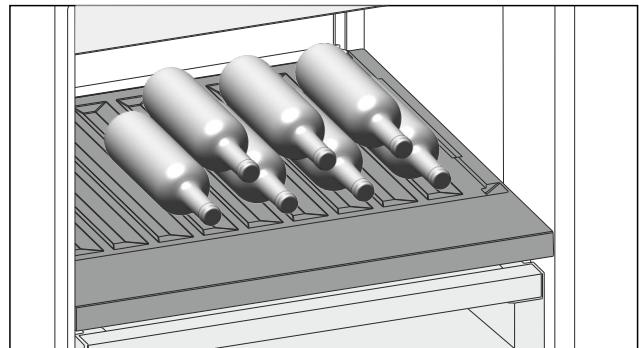

Fig. 117
- Flaschen mit dem Boden nach hinten zur Rückwand einlegen. (siehe Fig. 117)